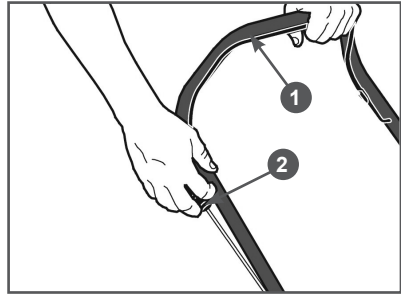

Рис. 14 Запуск двигателя
2. Встаньте позади газонокосилки.евой рукой нажмите на рычаг 1 остановки двигателя и удерживайте его, а правой рукой возьмите ручку 2 стартера (Рис. 14).
2. Отпустите рычаг 1 остановки двигателя (Рис. 14).